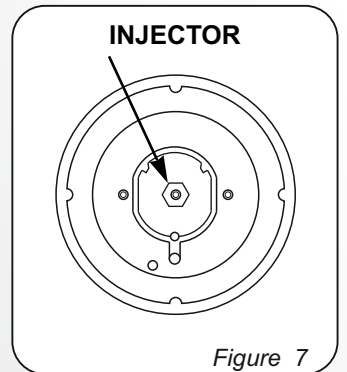

Figure 7
- Вставте шестигранний гайковий ключ (на 7 мм) в опору конфорки (рис. 7).